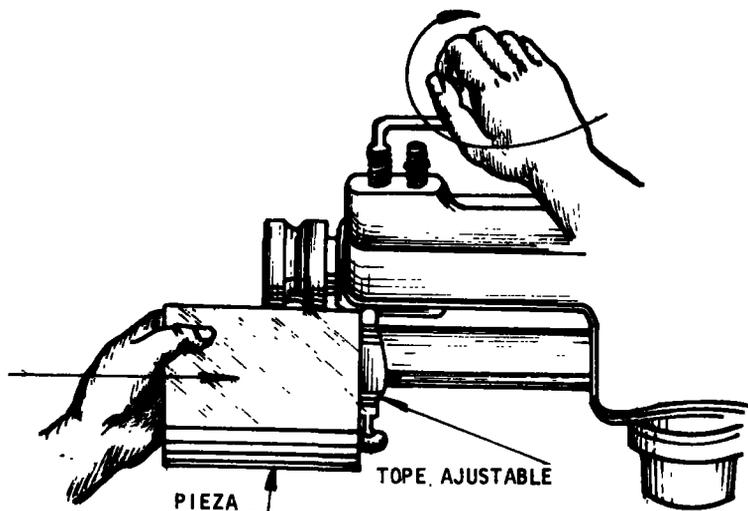

Fig. 2
- b Con una mano sostenga la pieza, y con la otra dé vueltas al tornillo de la manivela que hay en lo alto de la máquina, para bajar el rodillo superior hasta que la chapa quede firmemente ajustada (fig. 2).